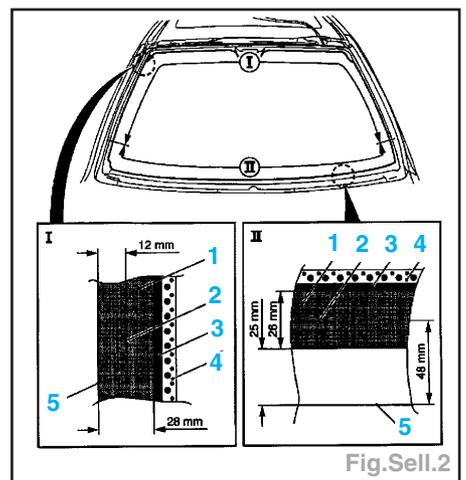

Fig.Sell.2
- enduire de colle à vitre, sur la zone de primer, sur le pourtour du pare-brise. Utiliser la buse d'application prédécoupée (Fig.Sell.2).